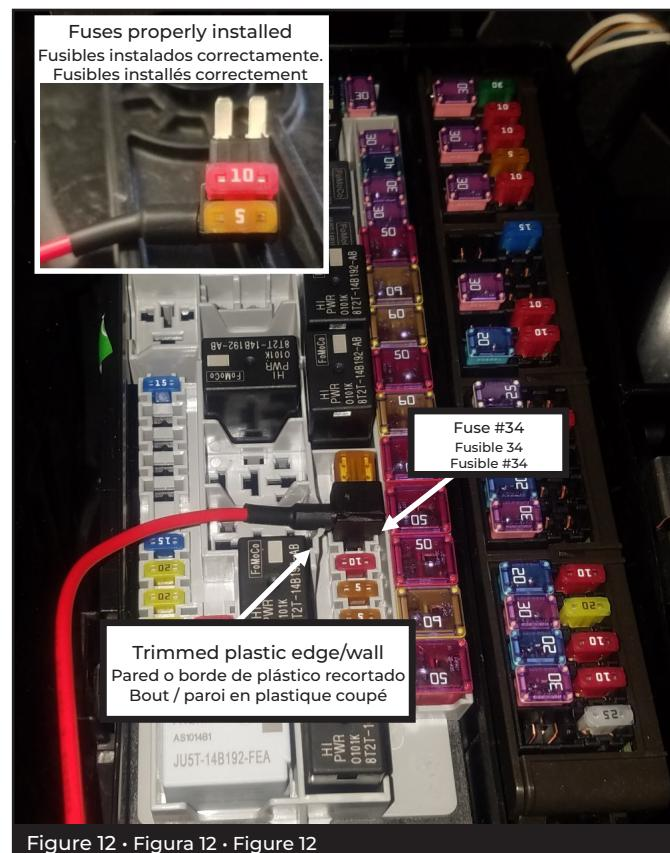

Figure 12 • Figura 12 • Figure 12
**Remove Fuse #34 (10A fuse). Insert it in Add-A-Fuse tap and install provided 5A fuse on the wire side of Add-A-Fuse tap, as pictured. Install assembly into Fuse #34 slot. Some trucks may require use of wire cutters to trim of plastic edge in fuse box to allow wire to pass out. (Fig 12)**
**Fr** Enlevez le fusible #34 (fusible de 10A). Introduisez-le dans le support du fusible supplémentaire et installez le fusible de 5A fourni sur le fil du support du fusible supplémentaire, conformément à l'image. Installez l'ensemble dans la position du fusible #34. Pour certaines camionnettes il faudra utiliser un coupe-fil pour couper le bout de plastique dans le boîtier de fusibles pour permettre au fil de passer. (Figure 12)